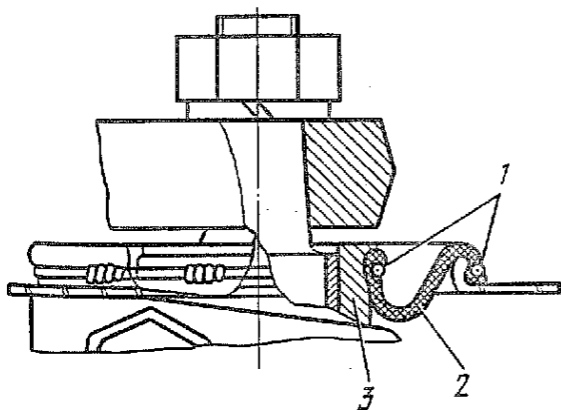

Рис. 70. Уплотнение кронштейна маятникового рычага:
- 1.5. Снять шплинт-проволоку 1 (рис. 70) крепления уплотнителя 2 к кронштейну 3 маятникового рычага и сместить уплотнитель с кронштейна (плоскогубцы 150).
2.4. Установить уплотнитель 2 (рис. 70) в кольцевой паз кронштейна 3 и закрепить шплинт-проволокой 1 (плоскогубцы 150).